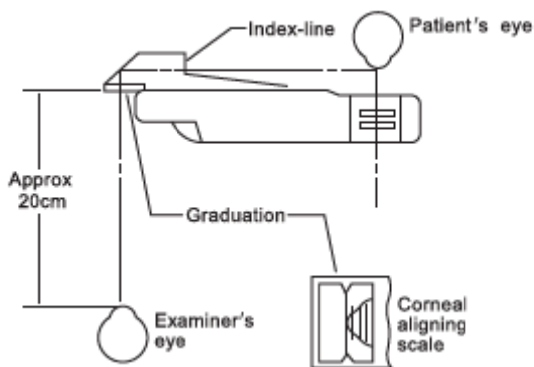

Figura 25
Gire la perilla del apoyo para la frente ⑨ para ajustar la posición del reposacabezas ⑳. Después de colocar la frente del paciente cerca del reposacabezas ㉑, mire a través de la abertura de alineación corneal ⑩ desde unos 20 cm de distancia. Mire el vértice de la córnea del paciente (Figura 25) después del puntero de la apertura del examen, el punto más alto de la apertura de alineación corneal. ⑩ se alinea con la línea más larga de la escala. La línea más larga en la apertura significa que la distancia de medición es de 13,75 mm, que es la distancia estándar de uso de gafas. Se proporcionan tres líneas más cortas a una distancia igual de 2 mm de la línea más larga. Si el vértice de la córnea del examinado se coloca en la segunda línea más corta desde la línea más larga, la potencia de la lente debe ser el valor medido cuando las gafas se colocan a 17,75 mm del vértice de la córnea (valor estándar 13,75 mm + valor de corrección del segundo línea 4 mm = 17,75 mm). Si la distancia real de uso de las gafas es diferente del valor estándar (13,75 mm), la corrección debe realizarse de acuerdo con la Tabla 1 y la Tabla 2.